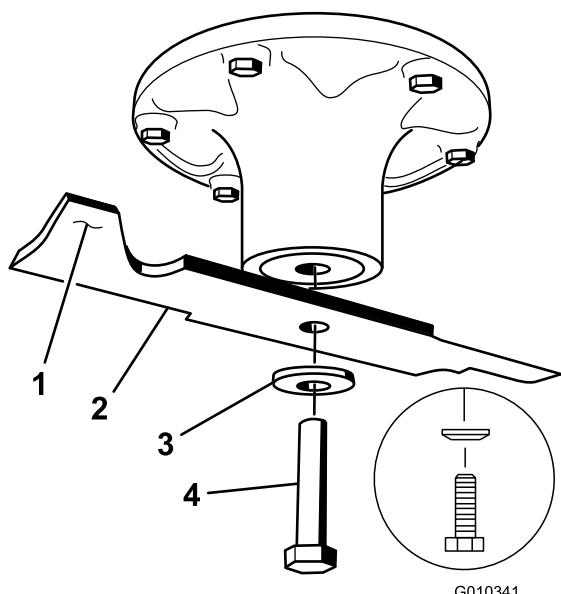
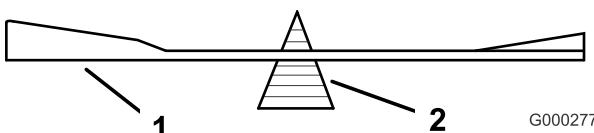

Figure 55
Figure 57
Tenez la lame à son extrémité avec un chiffon ou un gant épais. Enlevez de l'axe, le boulon, la rondelle bombée et la lame (Figure 55).
1. Placez la lame sur l'axe (Figure 55).
2. Installez la rondelle élastique et le boulon de la lame. Le cône de la rondelle élastique doit être dirigé vers la tête du boulon (Figure 55). Serrez le boulon à un couple de 135 à 150 Nm (100 à 110 pi-lb).
2. Vérifiez l'équilibre de la lame en la plaçant sur un équilibrage (Figure 57). Si la lame reste horizontale, elle est équilibrée et peut être utilisée. Si la lame est déséquilibrée, limez un peu l'extrémité de la partie relevée seulement (Figure 55). Répétez la procédure jusqu'à ce que la lame soit équilibrée.